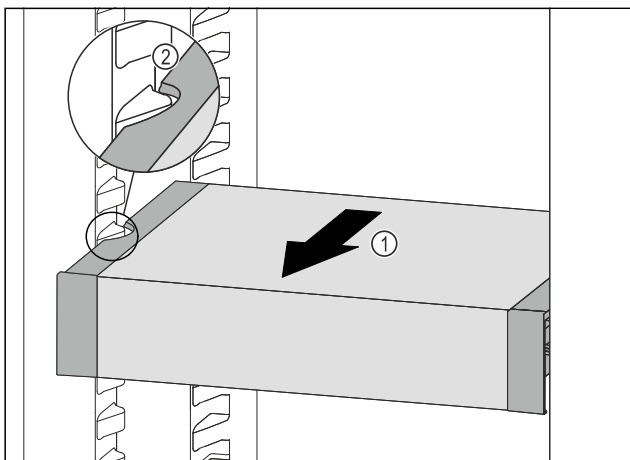

Fig. 144
- ▶ Tirer le VarioSafe vers l'avant Fig. 144 (1) jusqu'à ce que les encoches latérales du VarioSafe se trouvent au niveau de la nervure du bac dans la partie réfrigérateur. Fig. 144 (2)